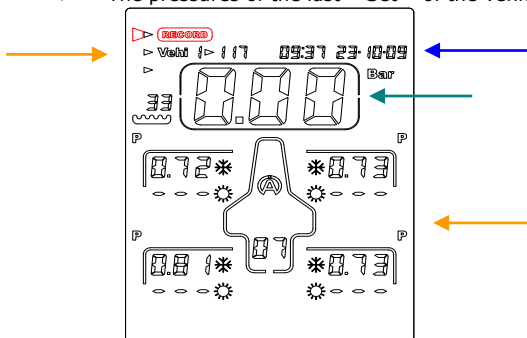

Figure 1
- 1) With the help of the buttons , select the icon « **RECORD** » (figure 1)